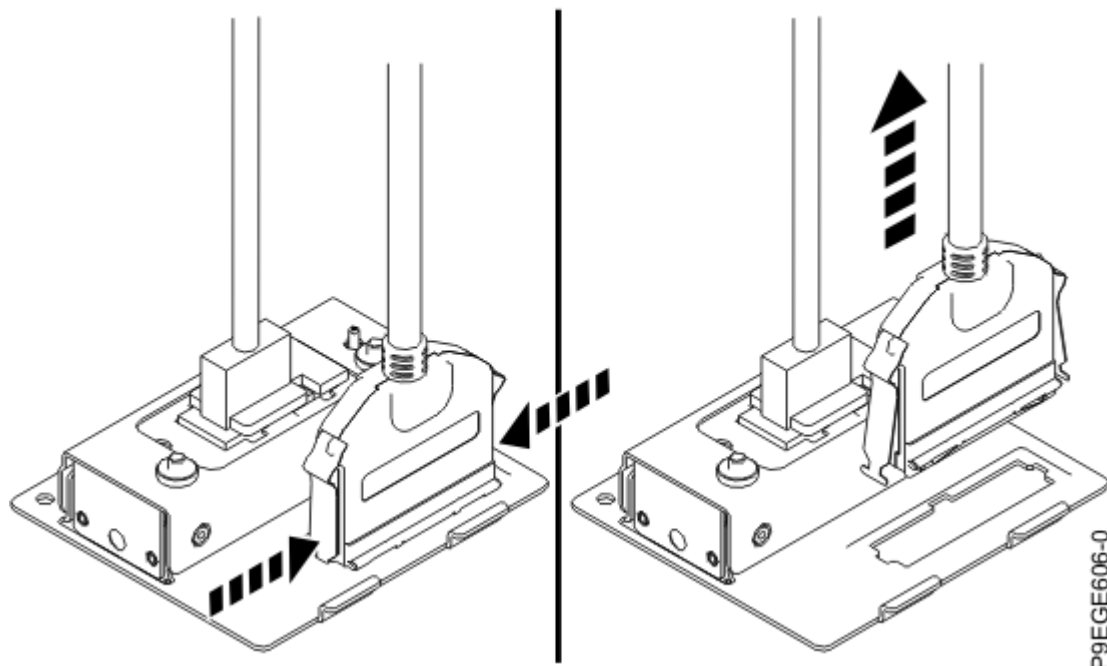

Figure 21. Retrait du câble USB avant et du connecteur du support USB avant
10. Appuyez sur les loquets pour débrancher le câble USB avant du support USB avant, comme indiqué à la Figure 21, à la page 23.